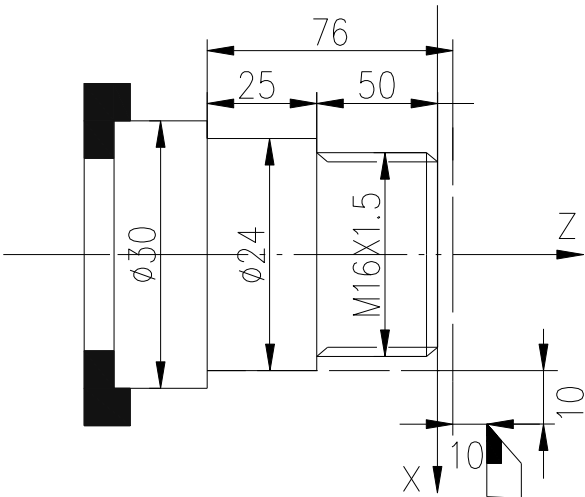

图 7-3 螺纹加工示例
**示例 2：**加工图 7-3 所示工件。棒料： $\Phi 30\times 100\text{ mm}$  1 号刀为粗车刀，3 号刀切断，4 号刀为  $60^\circ$  螺纹车刀。